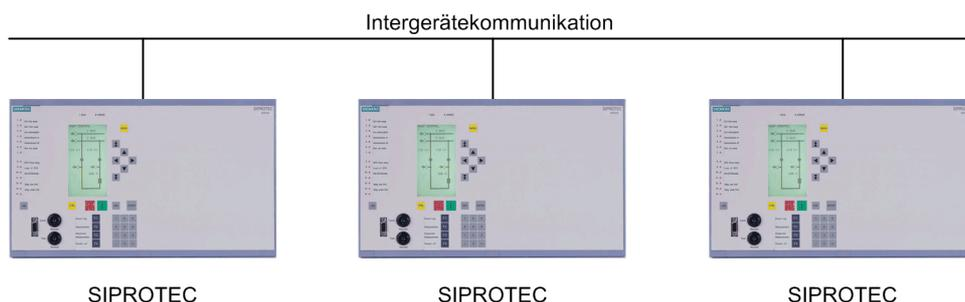

Bild 2-29 Schaltfehlerschutz-System mit 6MD66 und Intergerätekommunikation (IGK)
- Über die Intergerätekommunikation IGK (siehe Kapitel 2.12) ist ebenfalls ein Informationsaustausch für die Anlagenverriegelung direkt von Gerät zu Gerät möglich. IGK-Teilnehmer können nur SIPROTEC 6MD66x Feldleitgeräte sein. Die IGK wird über einen eigenen Kommunikationsport abgewickelt (siehe Bild 2-29).